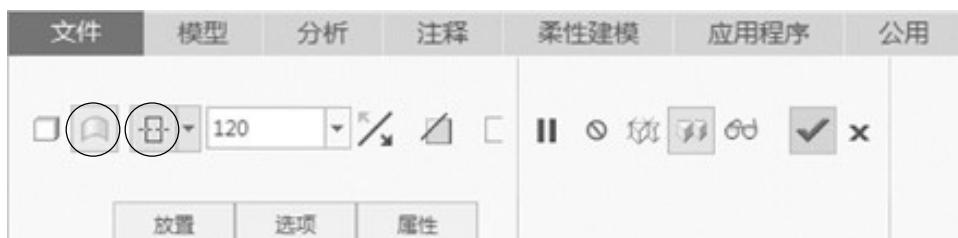

图4-33 设置“拉伸”操控板参数
- Step 16** 在“拉伸”操控板中单击“拉伸为曲面”按钮 \square ，再单击“对称拉伸”按钮 \square ，“深度”为120mm，如图4-33所示。